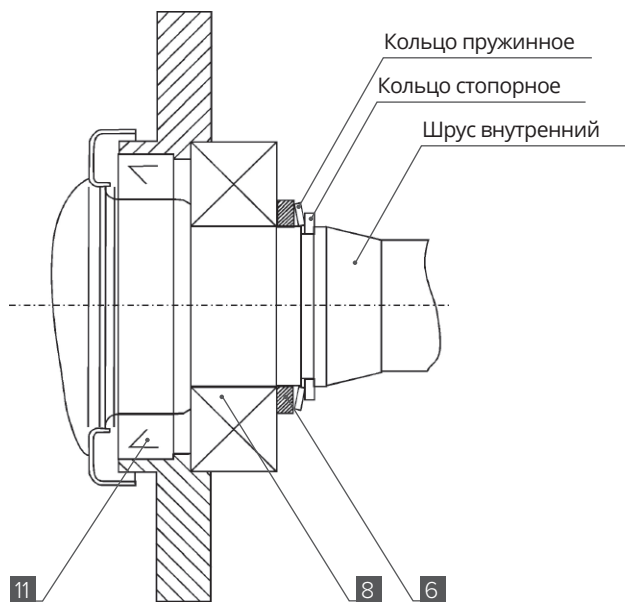

Рис. 2
3. Установите крышку [5] с запрессованным сальником [11], подшипник [8] и кольцо [6] на внутренний левый короткий шрус согласно **рис.2**